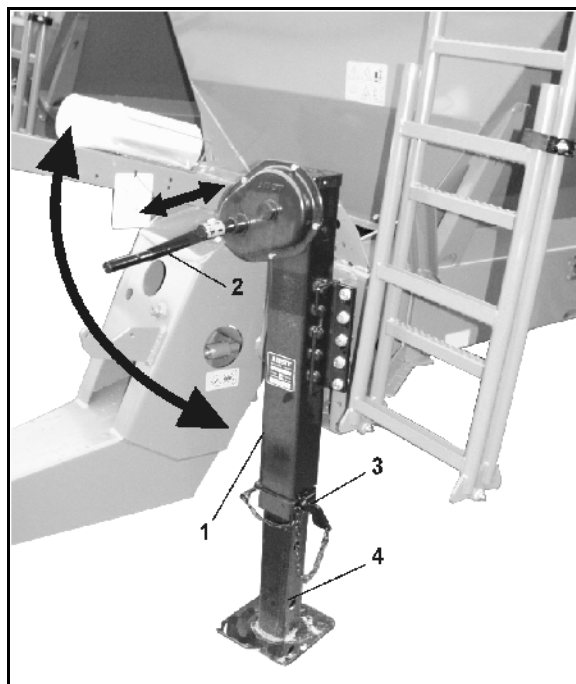

Fig. 40
1. Drej støttefoden (Fig. 40/1) op til anslaget med håndsvinget (Fig. 40/2).
2. Træk bolten (Fig. 40/3) ud af støttefoden.
4. Sæt bolten i det nederste hul (Fig. 40/4), og husk at sikre.
1. Hold fast i støttefodens indvendige del, og træk bolten (Fig. 40/3) ud af støttefoden.
4. Drej støttefoden (Fig. 40/1) ned til anslaget ved hjælp af håndsvinget (Fig. 40/2), til trækøjet er aflastet.